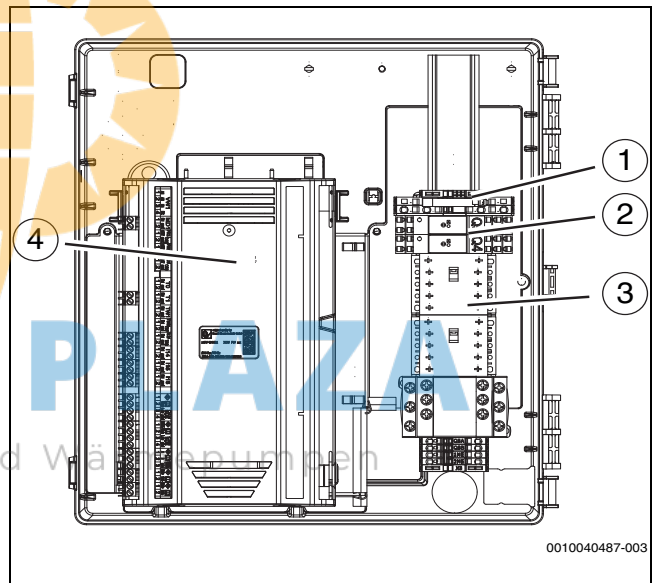

Bild 32 Anordnung der Komponenten im Klemmenkasten
- Anschlusskabel über die Kabelverschraubungen auf der Rückseite durch die Wellschläuche führen. Eine Verlängerungsschnur verwenden. Die richtige Reihenfolge der Schläuche ist Abbildung 32 zu entnehmen.
- Kabel mit Kabelbindern an den Befestigungspunkten befestigen (→ Abbildung 32 [7] und [9]). Darauf achten, die Kabel nicht über Kreuz zu verlegen.